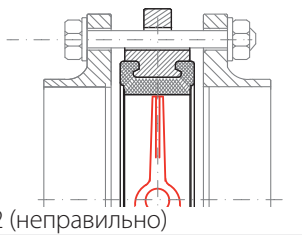

рис. 2 (неправильно)
3. В случае использования фланцев с внутренним диаметром больше номинального диаметра затвора, фланцы не будут полностью закрывать седловое уплотнение, что может привести к повреждению и деформации седлового уплотнения (рис. 2).